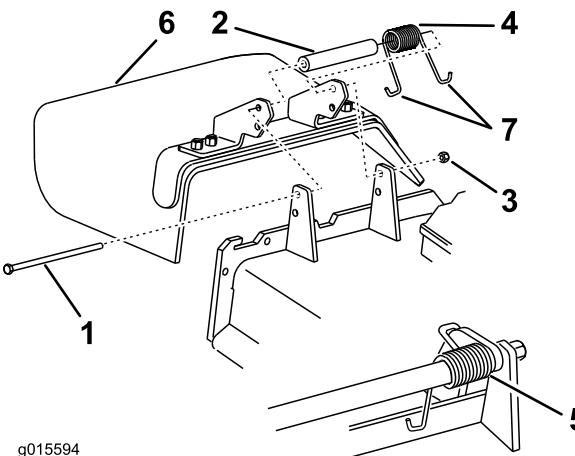

Figura 91
1. Retire la contratuerca, el perno, el muelle y el espaciador que sujetan el deflector a los soportes de pivote (Figura 91).
2. Retire el deflector de hierba dañado o desgastado (Figura 91).
**Nota:** Asegúrese de colocar un extremo con gancho en J del muelle detrás del reborde de la carcasa antes de instalar el perno, según se muestra en Figura 91.
6. Coloque 1 extremo en J del muelle alrededor del deflector de hierba (Figura 91).